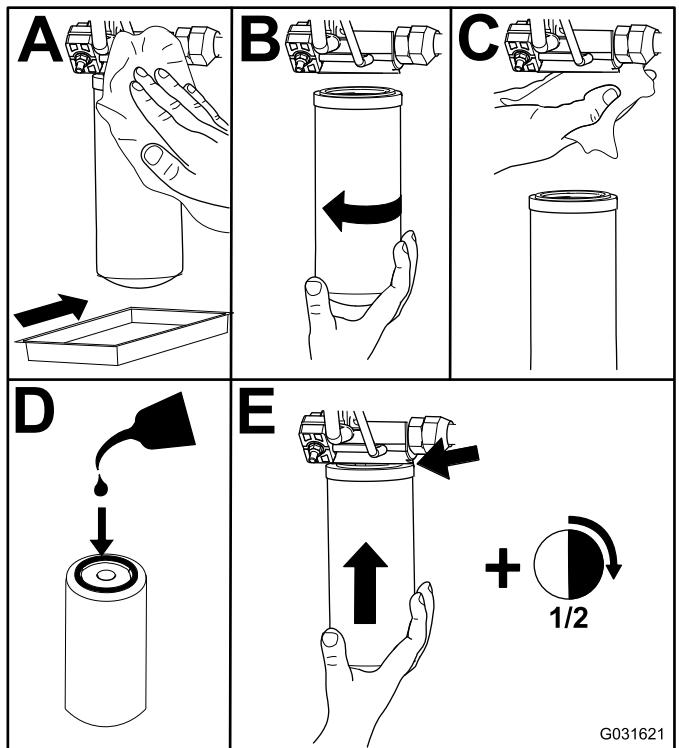

Figure 105
2. Remplacez les filtres hydrauliques (Figure 105).